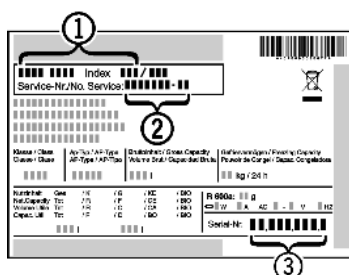

Fig. 7
▶ Relever la désignation de l'appareil Fig. 7 (1), le n° de service Fig. 7 (2) et le n° de série Fig. 7 (3) sur la plaquette signalétique. Cette plaquette se trouve sur la paroi intérieure gauche de l'appareil.
▶ Informer le S.A.V. et lui communiquer la panne, la désignation de l'appareil Fig. 7 (1), le n° de service Fig. 7 (2) et le n° de série Fig. 7 (3).